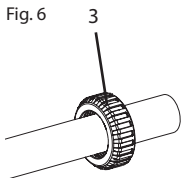
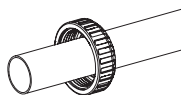

Fig. 6
Fig. 7
2. Ajustez le robinet à l'installation en laissant l'écrou d'union (3) Fig. 6 sur le tuyau avant l'encollage de l'extrémité du connecteur (5) Fig.7.